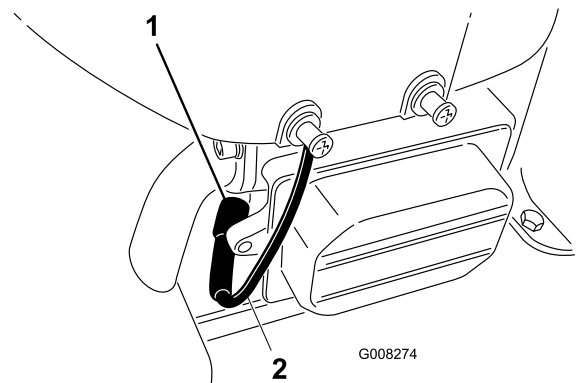

Figure 25
- Débranchez la bougie (Figure 25).
- Enlevez la bougie et la rondelle métallique (Figure 25).
3. Branchez la bougie (Figure 25).